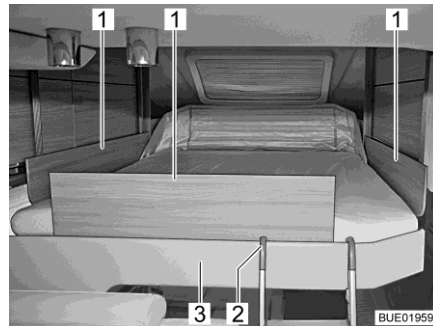

Fig. 139 Cama elevada con placas de retención
- Insertar las placas de retención (Fig. 139,1) entre el colchón y el marco de la cama (Fig. 139,3).
- Enganchar: ■ Enganchar ambos estribos de la escalera de ascenso (Fig. 139,2) en el marco de la cama (Fig. 139,3).
- Guardar: ■ Desenganchar la escalera de ascenso (Fig. 139,2) del marco de la cama (Fig. 139,3).
Si la cama elevada ya no se deja desplazar con las teclas de flecha (Fig. 139,2 y 8), controlar primero el fusible Reserva 3 en el bloque eléctrico (véase apartado 9.12.1). Si el fusible está en orden y la cama elevada no se deja desplazar a pesar de esto, se podrá manejar la cama elevada en forma manual.